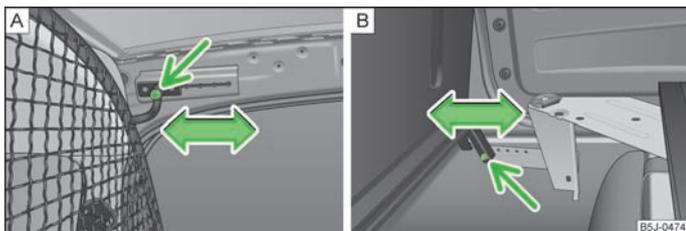

Fig. 157 Alloggiamento superiore della parete divisoria di sicurezza
- › Svitare una vite da ogni lato nella parte superiore della carrozzeria » fig. 157 - [A] e svitare una vite nella parte inferiore » fig. 157 - [B].